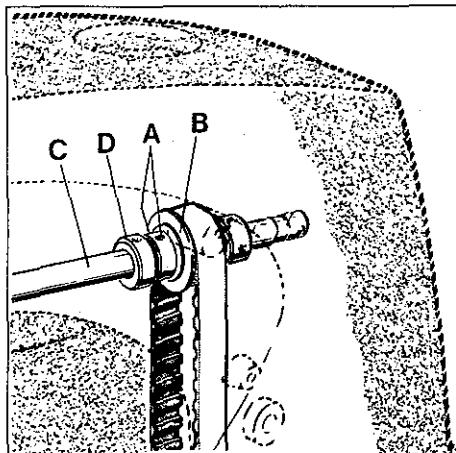

Fig.38
While rotating pulley in operating direction, the spreader should begin to move from its extreme left position to the right as the needle bar descends 1.5 to 2.0 mm (.060 to .080 in.) from top of stroke. Adjustment for timing the spreader travel can be made by loosening the two screws (A, Fig. 38) in the hub of sprocket (B), right inside the arm casting, advance or retard sprocket on shaft for spreader drive (C) as required. Thrust hub of sprocket against collar (D) when retightening screws (A).
Drehen Sie die Handrad-Riemscheibe in Nährichtung, der Leger soll beginnen sich aus seiner linken Endstellung nach rechts zu bewegen, wenn sich die Nadelstange von ihrer obersten Stellung etwa 1,5 bis 2,0 mm nach unten bewegt hat. Die Legerbewegung lässt sich nach Lösen der beiden Schrauben (A, Fig. 38) in der Nabe des Zahnriemenrades (B), rechts im Maschinenarm und entsprechendes vor- oder zurückdrehen des Zahnriemenrades auf der Welle für Legerantrieb (C) zeitlich abstimmen. Beachten Sie, daß die Nabe des Zahnriemenrads am Stellring (D) anliegt, wenn Sie die Schrauben (A) wieder anziehen.